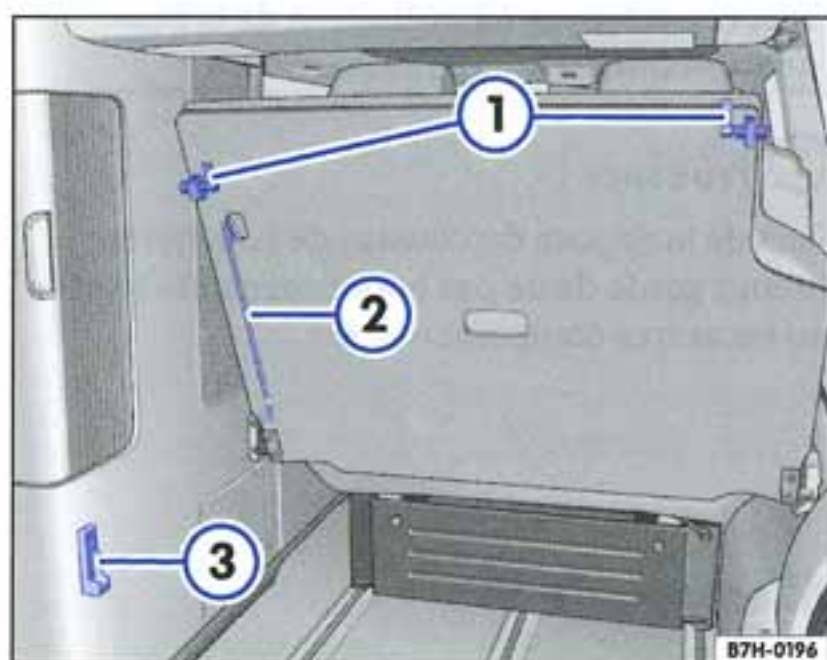

Fig. 19 Éléments de commande du coussin de couchette : leviers ①, béquille ② et supports ③ dans le coffre à bagages.
Les supports gauche ⇒ fig. 19 ③ et droit sont chacun dotés de deux logements destinés au coussin de couchette à inclinaison réglable.
- Déverrouillez le coussin de couchette en tournant les deux leviers ①, puis relevez-le.
- Maintenez d'une main le coussin de couchette en position relevée et dégagez simultanément la béquille ⇒ page 35, fig. 19 ② située du côté gauche.
- Déverrouillez le coussin de couchette en tournant les deux leviers ⇒ page 35, fig. 19 ①.